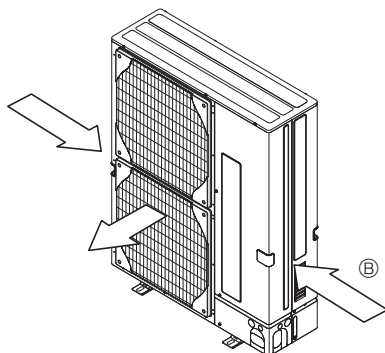

Fig. 2-5
- ③ Plaats het apparaat indien mogelijk zo dat de luchtuitlaat in dezelfde richting blaast als de seizoenswinden. (Fig. 2-5)